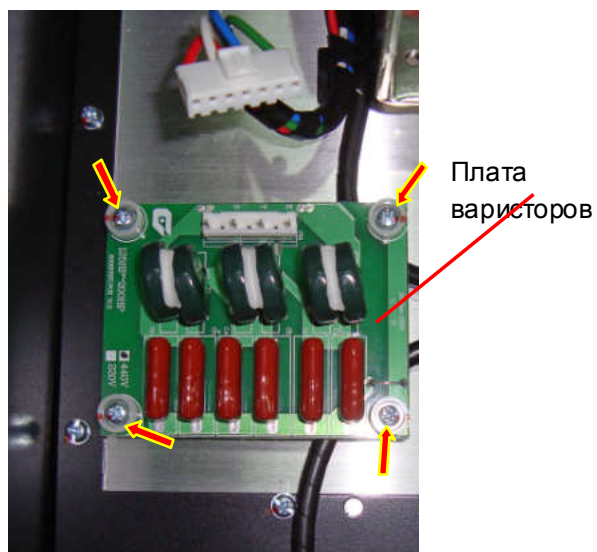

Рис. 6.7.
6.6.1. Отсоединить разъем от платы варисторов. Выкрутить четыре винта и демонтировать плату варисторов (рис. 6.7). Винты и плату положить в тару.